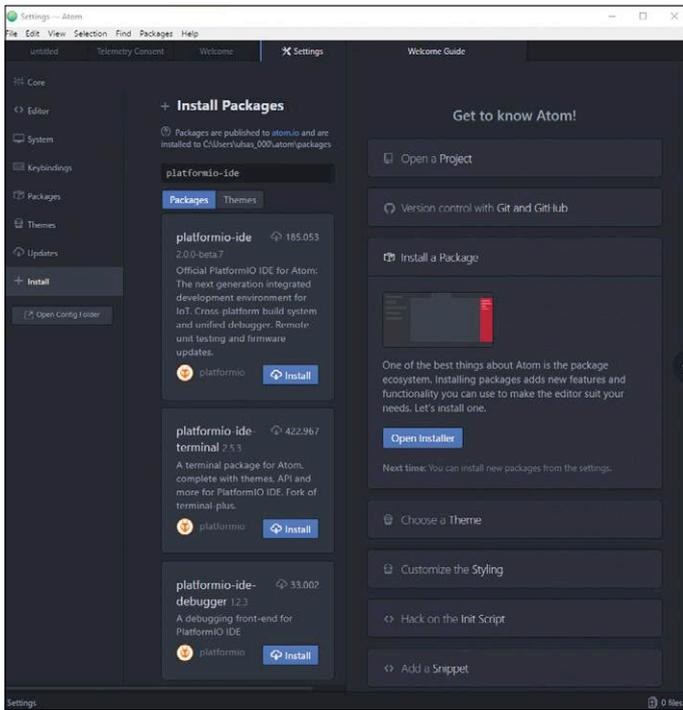

Fig. 2. L'EDI PlatformIO se présente sous forme de paquet (Package).
*ide* et cliquons sur le bouton *Install* (fig. 2).